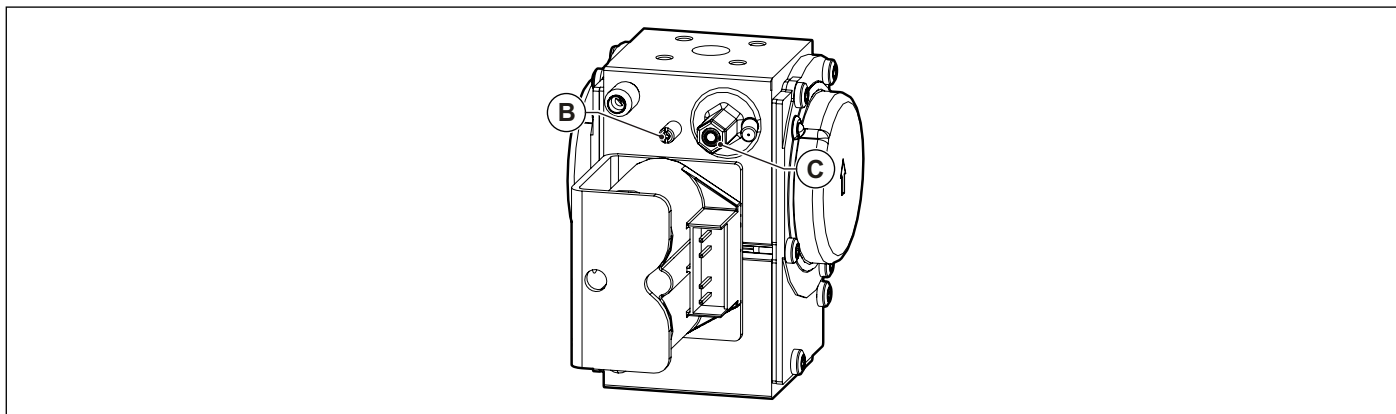
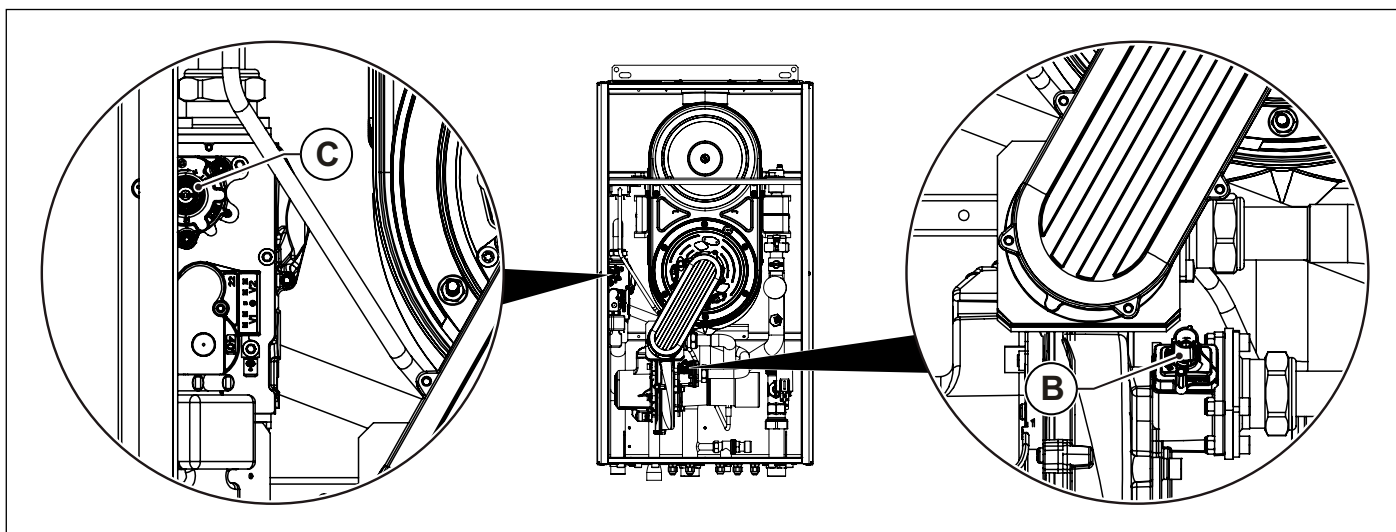

Fig. 44 Regulación valor anhídrido carbónico KR 85 - KR 120
Fig. 45 Regulación valor anhídrido carbónico KR 150
- Regular el valor del anhídrido carbónico (CO2) en los humos girando el regulador de relación **B** (ver Fig. 44 Regulación valor anhídrido carbónico KR 85 - KR 120 y Fig. 45 Regulación valor anhídrido carbónico KR 150) y asegurarse de que no supere los límites de la Tab. 1 Datos de calibrado KR 85 y de la Tab. 2 Datos de calibrado KR 120 y de la Tab. 3 Datos de calibrado KR 150.
- Regular el valor del anhídrido carbónico (CO2) en los humos girando el regulador de offset **C** (ver Fig. 44 Regulación valor anhídrido carbónico KR 85 - KR 120 y Fig. 45 Regulación valor anhídrido carbónico KR 150) y asegurarse de que no supere los límites de la Tab. 1 Datos de calibrado KR 85 y de la Tab. 2 Datos de calibrado KR 120 y de la Tab. 3 Datos de calibrado KR 150.